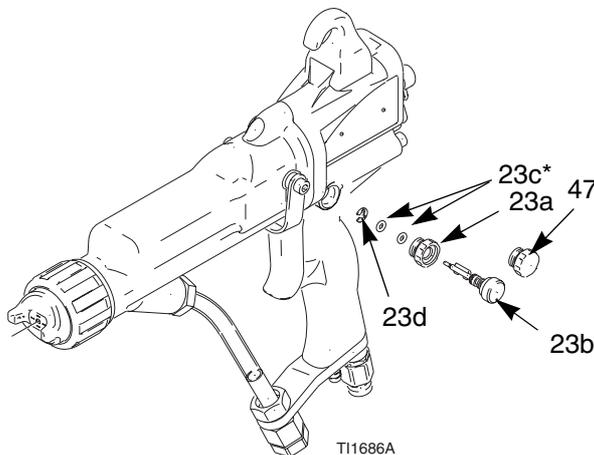

Fig. 34. Vanne de réduction d'air d'atomisation
2. Démontez la vanne de réduction d'air d'atomisation (23). Examinez le joint torique (23c*). Le remplacer si nécessaire. Voir Fig. 34.
3. Installez une nouvelle vanne de réduction d'air d'atomisation (23) ou démontez et remontez les pièces une à une. La partie en saillie de la vanne doit être orientée de manière à dégager l'axe de la vanne (21).